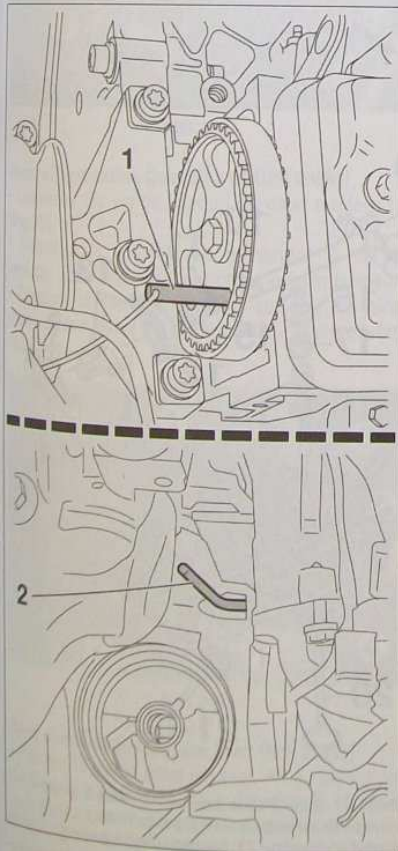
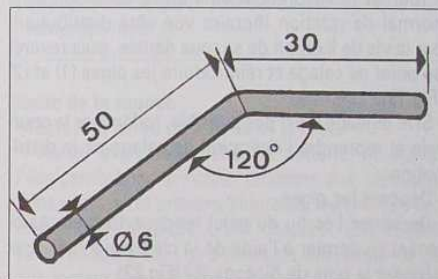

FIG. 19
FIG. 22
- la roue dentée d'arbre à cames, à l'aide d'une pignette appropriée de 10 mm (outil Citroën 4507-T.B) (1) (Fig.19).
- le volant à l'aide d'une pignette appropriée (outil Citroën 4507-T.A, voir cotes de réalisation Fig.22), par l'orifice placé sur le carter-cylindres, au dessus du logement du filtre à huile (2) (Fig.19).
- roue dentée d'arbre à cames pignée à l'aide d'une pignette de 10 mm (1) (Fig.19).
- volant moteur pigné à l'aide d'une pignette appropriée (outil Citroën 4507-T.A, voir cotes de réalisation Fig.22), par l'orifice placé sur le carter-cylindres, au dessus du logement du filtre à huile (2) (Fig.19).
- Déposer les piges de calage (1) et (2) (Fig.19) puis l'étrier, si utilisé.
- Tourner le vilebrequin de 4 tours, dans son sens normal de rotation (horaire vue côté distribution) par la vis de fixation de sa roue dentée, puis revenir au point de calage et réintroduire les piges (1) et (2) (Fig.19).